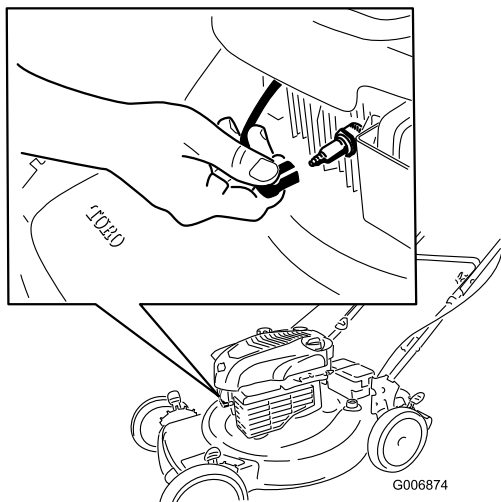

Figure 23
2. Débranchez la bougie et accrochez-la à la borne de retenue (Figure 23) avant d'entreprendre tout entretien.